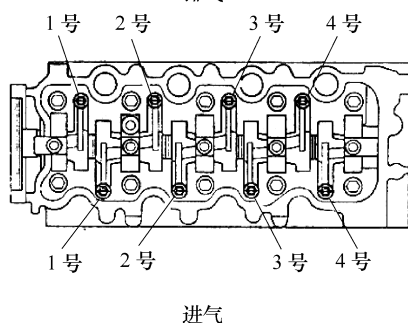

图 2-89 需检查气门的位置
3) 为需要进行检查的气门选择适当厚度的塞尺,见图2-89。